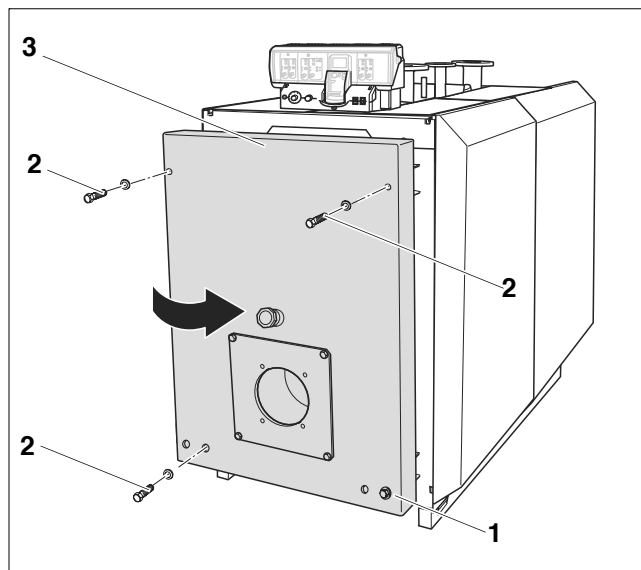

Fig. 38 Deschiderea ușii arzătorului (în cazul de față, ușa arzătorului se deschide spre dreapta)
- Desfaceți 3 șuruburi M12 (fig. 38, **poz. 2**) ale ușii arzătorului (fig. 38, **poz. 3**).
- Se slăbește un pic șurubul cu cap hexagonal M16 (fig. 38, **poz. 1**) – dar nu se va deșuruba complet – dacă bolțurile balamalelor nu se mișcă liber.
- Închideți ușa arzătorului și înșurubați în cruce șuruburile cu cap hexagonal M12 și M16 (fig. 38, pag. 42).